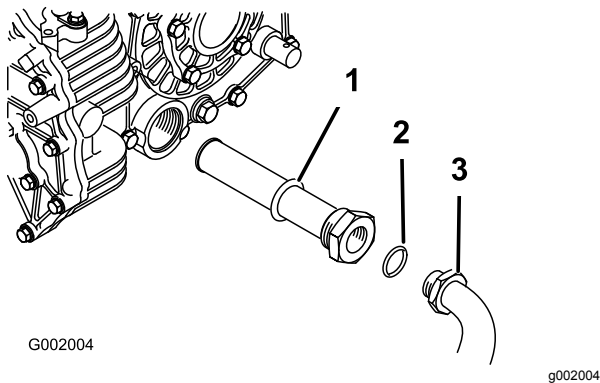

Figura 51
5. Retire o tubo do hidráulico e o conector de 90° (**Figura 51**).